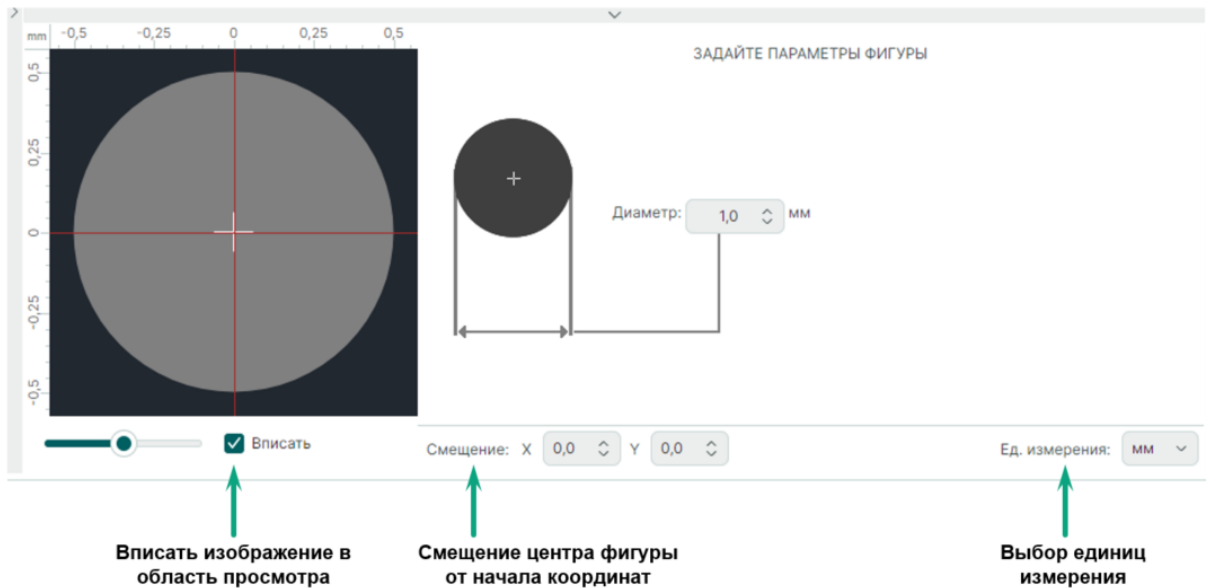

Рис. 44 Ввод параметров фигуры
3. Задайте геометрические размеры фигуры, см. Рис. 44.